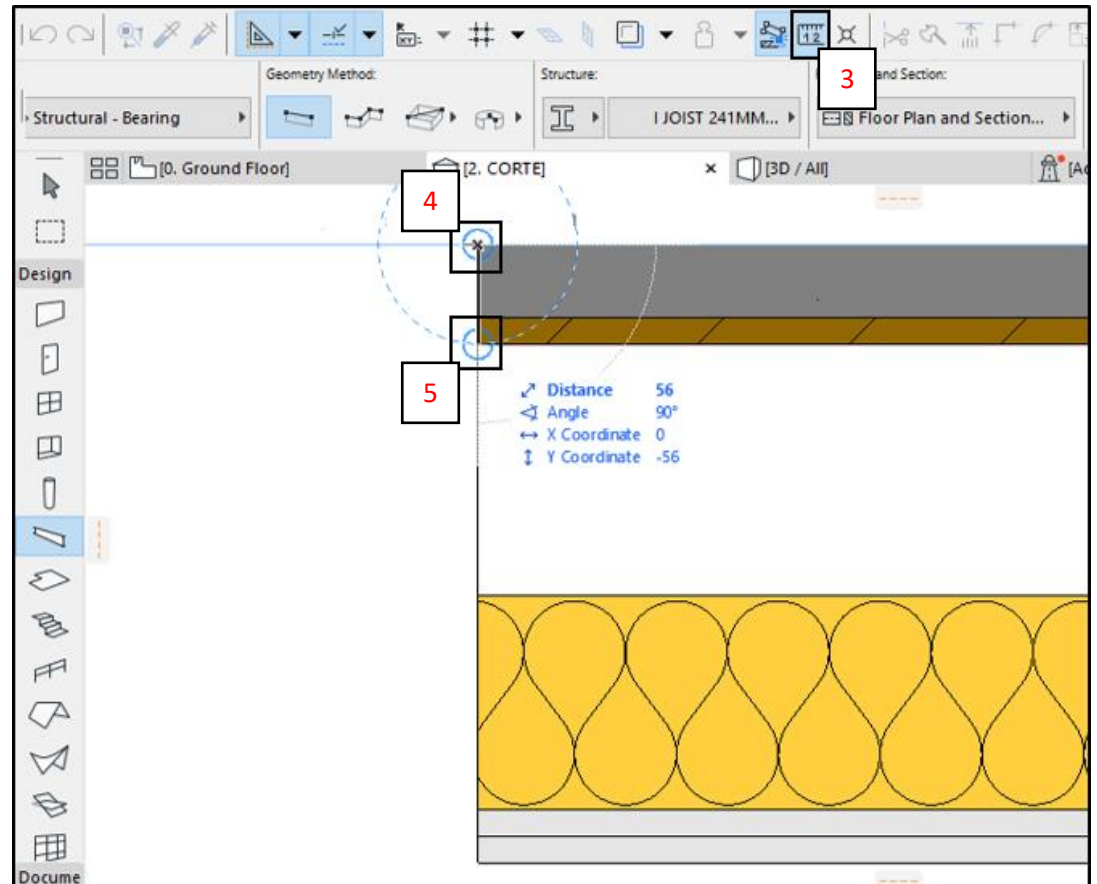

Fig. 17
B. En la *Barra de Herramientas Estándar*, seleccionar la herramienta **Measure** (3), y medir la distancia entre la línea del plano de referencia de la losa (4) y la línea de inicio del núcleo (5), en este caso el valor es **56mm**. (Fig. 17)